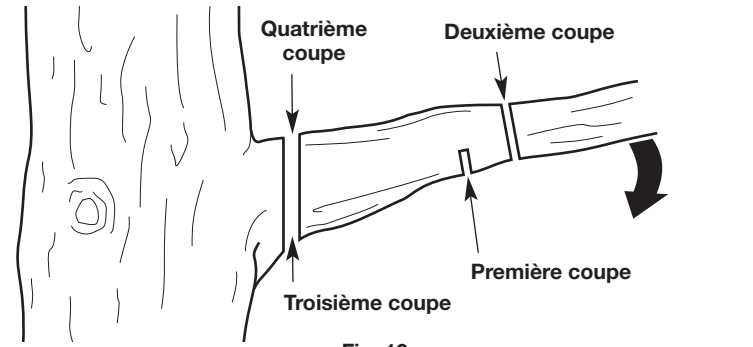

Fig. 19
1. Faites la première coupe à environ 15 cm (6 po) du tronc de l'arbre. Coupez vers le haut, à partir de la face inférieure de la branche. Utilisez le haut de la barre de guidage pour faire de cette coupe. Coupez jusqu'au tiers du diamètre de la branche (Fig. 19).
2. Faites la deuxième coupe de 5 à 10 cm (2 à 4 po) plus loin sur la branche. Coupez vers le bas, à partir de la face supérieure de la branche. Utilisez le bas de la barre de guidage pour faire de cette coupe. Coupez complètement la branche (Fig. 19).
3. Faites la troisième coupe aussi près du tronc d'arbre que possible. Coupez vers le haut, à partir de la face inférieure de la souche. Utilisez le haut de la barre de guidage pour faire de cette coupe. Coupez jusqu'au tiers du diamètre de la branche (Fig. 19).
4. Faites la quatrième coupe directement au-dessus de la troisième coupe. Coupez vers le bas, à partir de la face supérieure de la souche. Utilisez le bas de la barre de guidage pour faire de cette coupe. Coupez complètement la branche afin d'aller rejoindre la troisième coupe (Fig. 19). Cela supprimera la souche.